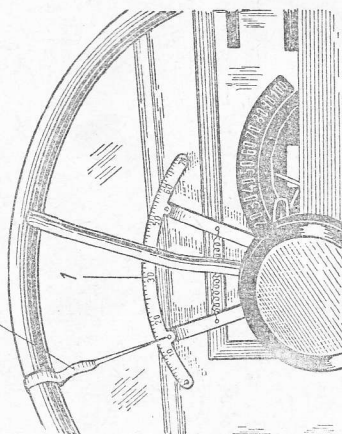

Рис. 119. Проверка люфта рулевого управления; 1 — сектор люфтомера; 2 — стрелка люфтомера.
4. Проверить люфт рулевого управления (рис. 119):